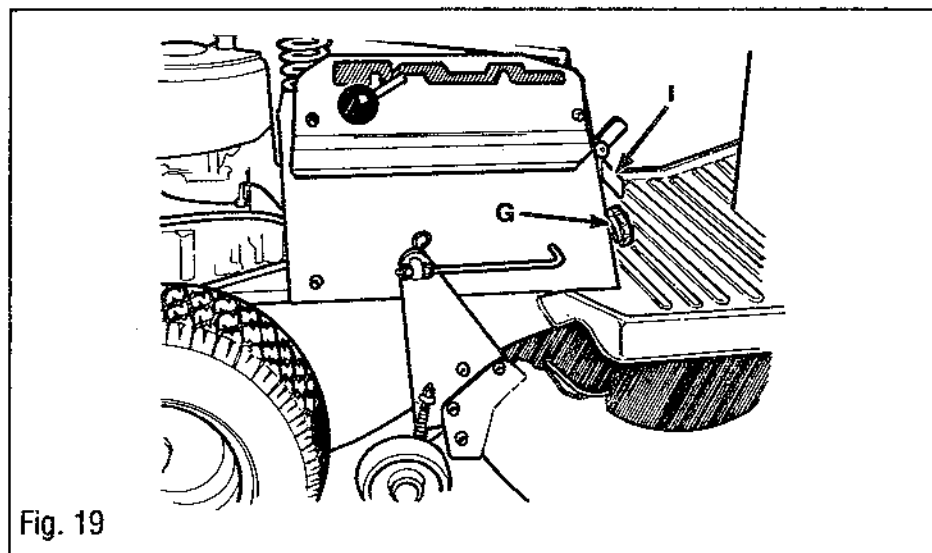

Fig. 19
3. Ajuster la hauteur de la tondeuse à l'aide du bouton moleté de réglage (G, Fig. 19) pour que les lames de la tondeuse soient à environ 6,3 cm (2-1/2 po) du sol.